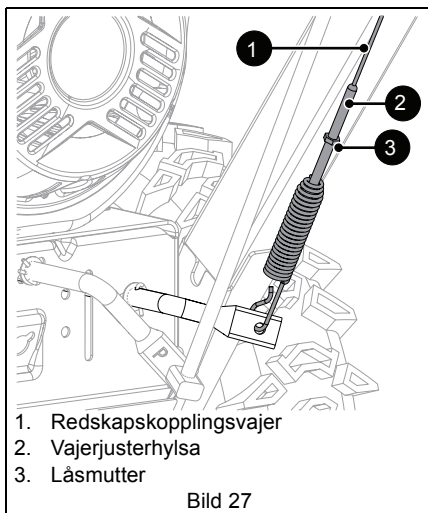

Bild 27
4. Lossa låsmuttern på vajerjusteringshylsan och vrid sedan justerhylsan nedåt för att förkorta vajern så att den spänns. Se Bild 27.
6. Dra åt låsmuttern på vajerjusterhylsan. Se Bild 27.